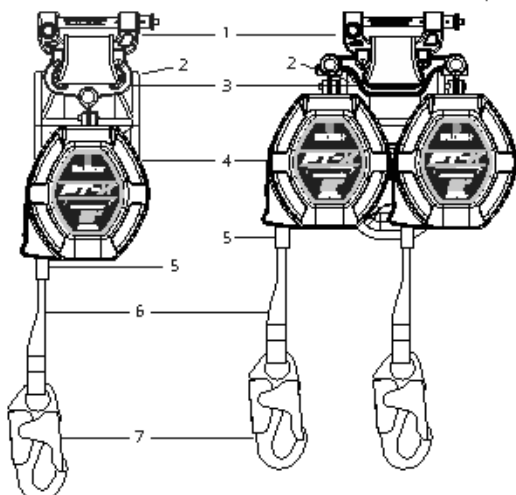

Figura 2: Acerca del FT-X EdgeCore Class 2 Leading Edge SRL-P
Como se muestra en la Figura 2 a continuación, el FT-X EdgeCore tiene una carcasa de nailon que contiene una cuerda de salvamento sintética enrollada en un tambor tensado por resorte. La cuerda de salvamento FT-X EdgeCore está equipada con un tope de cuerda de salvamento y un conector de extremo de pierna. Cuando el usuario está conectado, la cuerda de salvamento se extiende y se retrae con el movimiento del usuario, manteniendo automáticamente la tensión en la cuerda de salvamento. Si se produce una caída, se activa un sistema de trinquete centrífugo que detiene el desenrollamiento de la cuerda de salvamento. En caso de caída, el conector SRL-FBH se separará del conector de corte y el atenuador de energía integral (EA) se desplegará, reduciendo gradualmente la velocidad y deteniendo la caída.